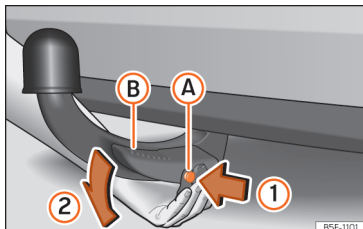

Fig. 275 Smontaggio del gancio di traino
- Premere il perno di sblocco (A) nel senso della freccia (1) e, al contempo, spingere la leva (B) nel senso della freccia (2) fino all'arresto »» fig. 275.